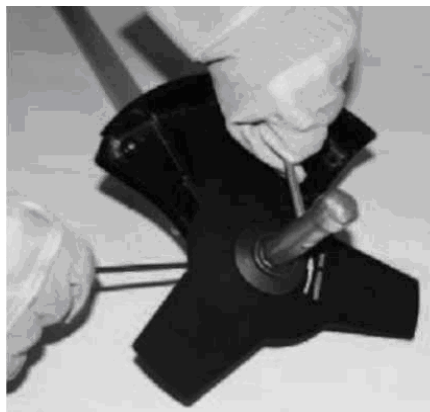

Рис. 8
- Удерживая стопорный стержень одной рукой, надежно затяните гайку трубчатым ключом (из набора инструментов), поворачивая ее против часовой стрелки (со стороны выходного вала редуктора). (рис.8)